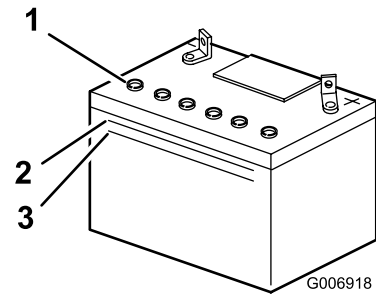

Bild 26
Hinweis: Der Säurestand darf nicht unter die untere Linie fallen (Bild 26).
3. Entfernen Sie die Entlüftungsdeckel von der Batterie (Bild 26).
4. Gießen Sie langsam destilliertes Wasser in jede Batteriezelle, bis der Säurestand die obere Linie (Bild 26) am Batteriegehäuse erreicht.
5. Warten Sie nach dem Füllen der Batteriezellen fünf bis zehn Minuten. Gießen Sie bei Bedarf destilliertes Wasser in jede Batteriezelle, bis der Säurestand die obere Linie (Bild 26) am Batteriegehäuse erreicht.